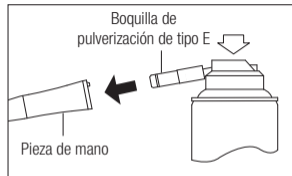

Fig. 7
- 2) Inserte la boquilla de pulverización en la parte trasera de la pieza de mano. Sostenga la pieza de mano y el pulverizador durante 2-3 segundos. Aplique lubricante hasta que sobresalga del cabezal de la pieza de mano al menos dos segundos (Fig. 7).
- 3) Lubrique la pieza de mano con NSK PANA SPRAY Plus (Fig. 7) o el sistema de limpieza y lubricación automática de piezas de mano de NSK.